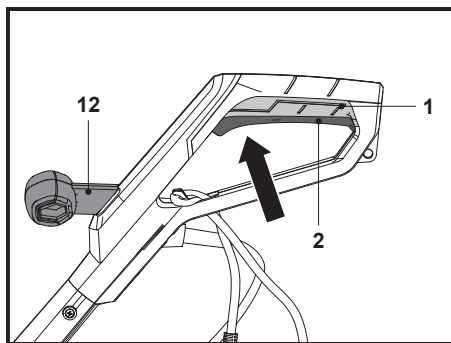

Fig. 7
1. Sostenga el producto con una mano en la empuñadura auxiliar (12) y la otra en la empuñadura principal (1).
2. Presione el interruptor de encendido/apagado (2) para encender el producto (Fig. 7).
3. Suelte el interruptor de encendido/apagado (2) para apagar el producto.